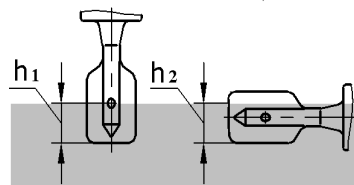

Рисунок 1
1.2.2 Глубина срабатывания (включения) **СУ** в нормальных условиях при погружении от кромки лопаток камертона до уровня контролируемой среды (среды большей плотности, см. рисунок 1), мм:
- Дискретный сигнал – изменяется скачкообразно при пересечении уровня срабатывания (п.1.2.2 и рисунок 1).